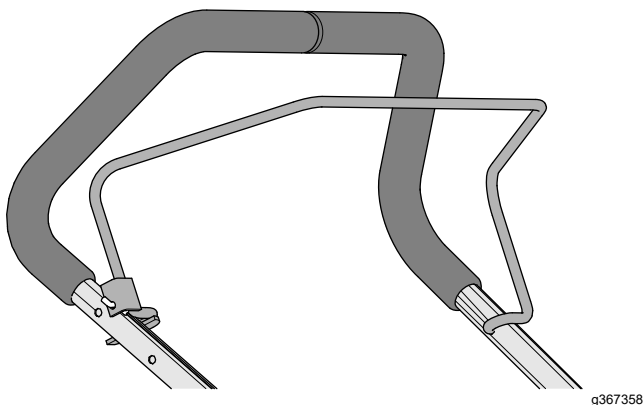

Рисунок 11
3. Вставте кінець важеля присутності оператора в руків'я, злегка стисніть інший кінець важеля та вставте його в руків'я (Рисунок 11).